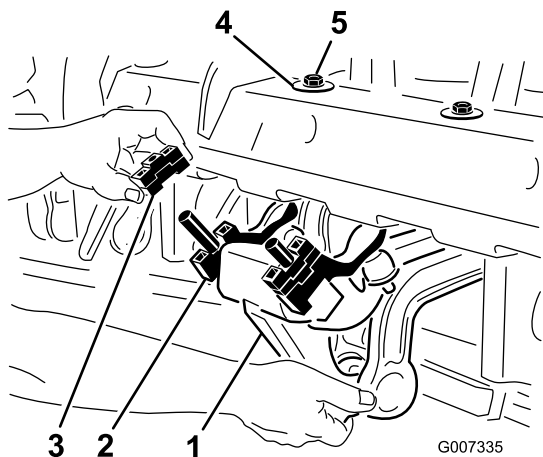

Рисунок 26
1. Отверните 2 контргайки (½ дюйма) крепления узла амортизатора Rotalink к нижней поверхности рамы аэраторного вала (Рисунок 26).
2. Опустите узел амортизатора, чтобы открыть доступ к проставкам (Рисунок 26).
4. Снова присоедините узел амортизатора к раме аэраторного вала. Убедитесь в том, что полушайба установлена на раму аэраторного вала, как показано на Рисунок 26. Затяните 2 контргайки.